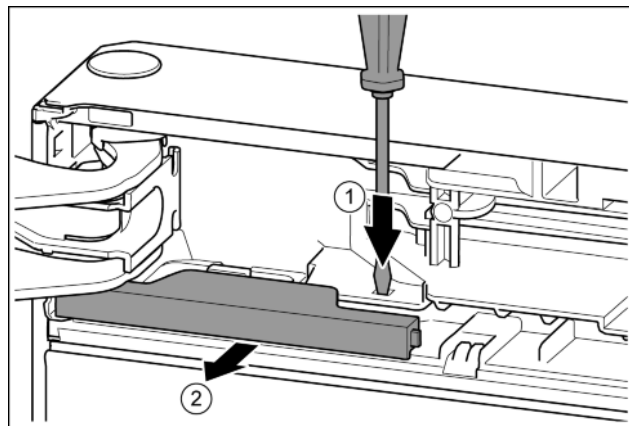

Fig. 14
- ▶ Нажать накладку шлицевой отверткой. Fig. 14 (1)
- ▶ Вынуть крышку из зацепления. Fig. 14 (2)